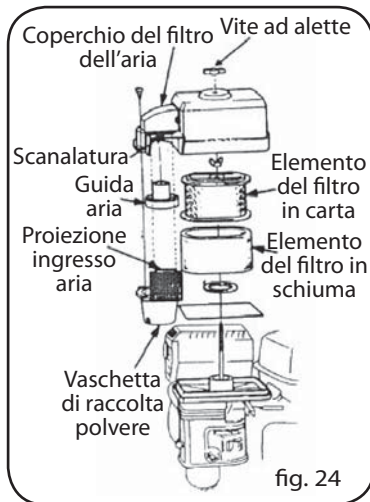

fig. 24
**Filtro raccogli-polvere (Fig. 24)**